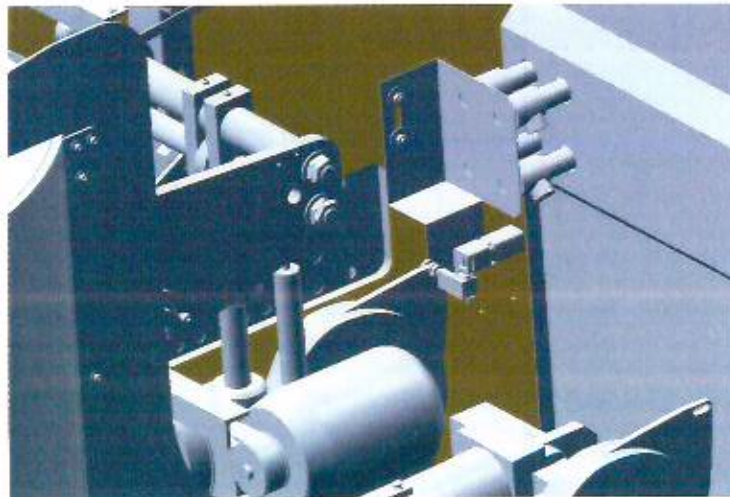

IMAGEN 3
- Micro-interruptor de seguridad montado en el protector delantero (imagen 3), pero no es visible ya que está instalado en el interior de la máquina. El micro-interruptor detiene el compactador cuando se abre la protección delantera durante aquellas fases no esperadas por el programa.